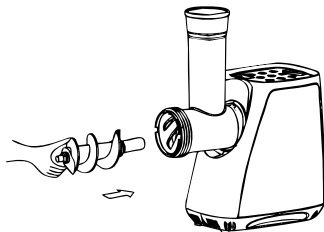

Рис. 2
7.1.2 Поместите шнек в горловину узким концом вперед и слегка проверните его пока он не войдет в тесный контакт с приводом электродвигателя (рис.2).